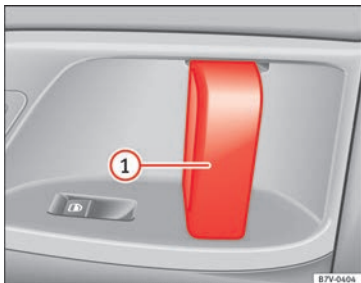

Abb. 133 An der Schiebetür: Türgriff ①.
Schiebetür von innen öffnen.	Bei entriegelter Schiebetür den Türinnengriff ziehen und Schiebetür vollständig aufschieben » Abb. 133 ①.